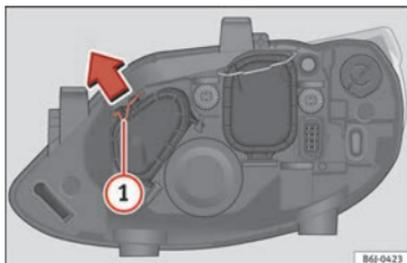

Fig. 182 Abbagliante.
- Far scorrere il tirante **1** nel senso della freccia e sfilare la chiusura **» fig. 182.**